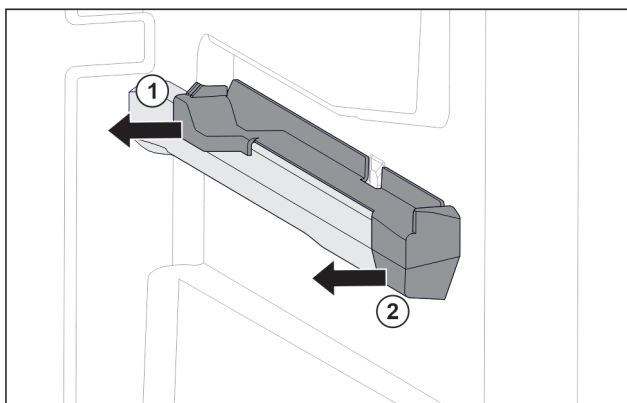

Fig. 131 Вставная часть на правом контейнерном ребре
- ▶ Отодвиньте вставную часть сзади в сторону. Fig. 131 (1)
- ▶ Отодвиньте вставную часть спереди в сторону. Fig. 131 (2)